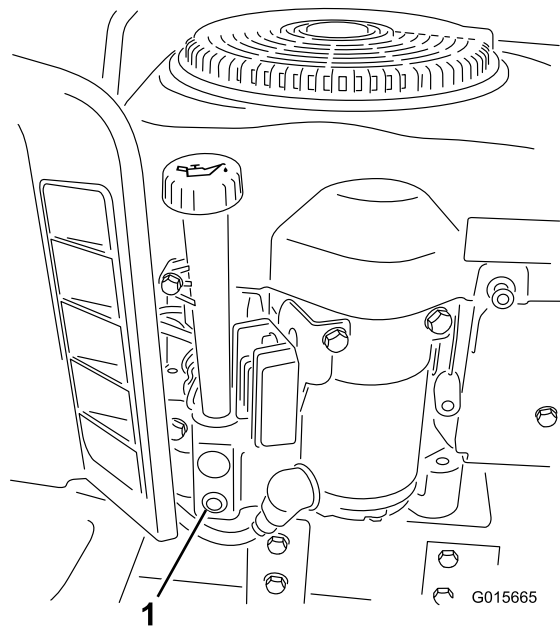

Figura 18
6. Posizionate una bacinella di spurgo sotto il tappo di spurgo dell'olio, e togliete quest'ultimo ruotando il dado finale in senso antiorario (Figura 18).
9. Versate lentamente circa l'80% della quantità indicata d'olio nel foro di rifornimento (Figura 18). Controllate il livello dell'olio; vedere la voce 4 di Controllo del livello dell'olio.